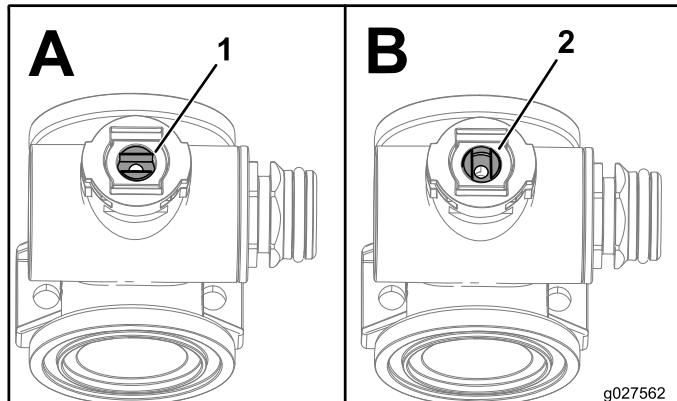

Figura 5
Nota: Verificate che il gruppo dello stelo della valvola sia in posizione aperta (Riquadro A; Figura 5).
- Ruotate il gruppo dello stelo della valvola in modo che la valvola sia chiusa (Riquadro B; Figura 5).